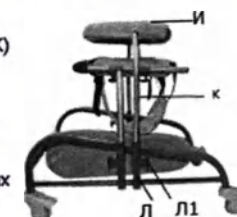

Рис. 5
6. Установить грудную обойму (И) – для этого кронштейны (К) грудной обоймы вставить в вертикальные стойки (Л), расположенные по бокам рамы, зафиксировать положение винтами-барашками (Л1) (рис. 5)